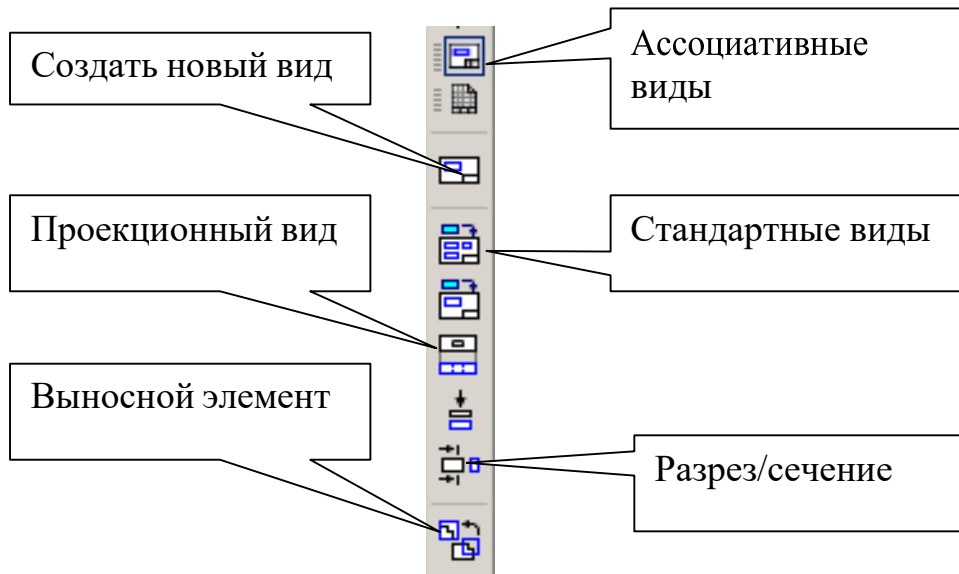

Рис. 3
- Активизируйте кнопки: *Ассоциативные виды* и *Стандартные виды*, рис. 3.
Активизируйте на панели кнопки *Ассоциативные виды* , рис. 3, и *Разрез/Сечение* . Щелкните мышью на обозначении разреза, переместите изображение разреза, как показано на рис. 16, и зафиксируйте положение щелчком левой кнопки мыши.